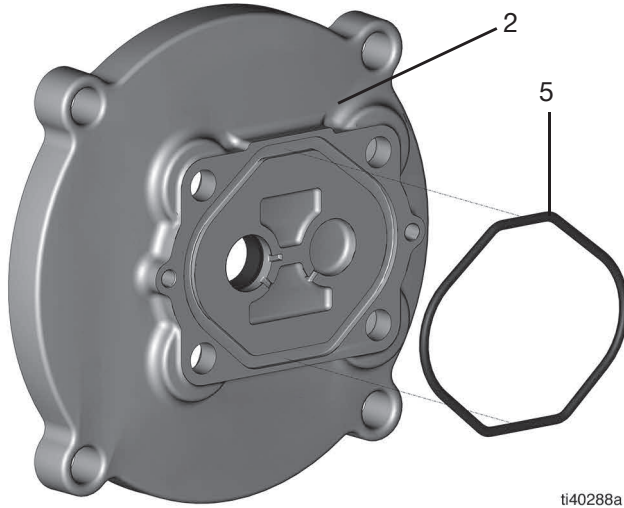

図 11
2. O リング (5) をアダプタープレート (2) カバーの溝に入れます (図 11)。